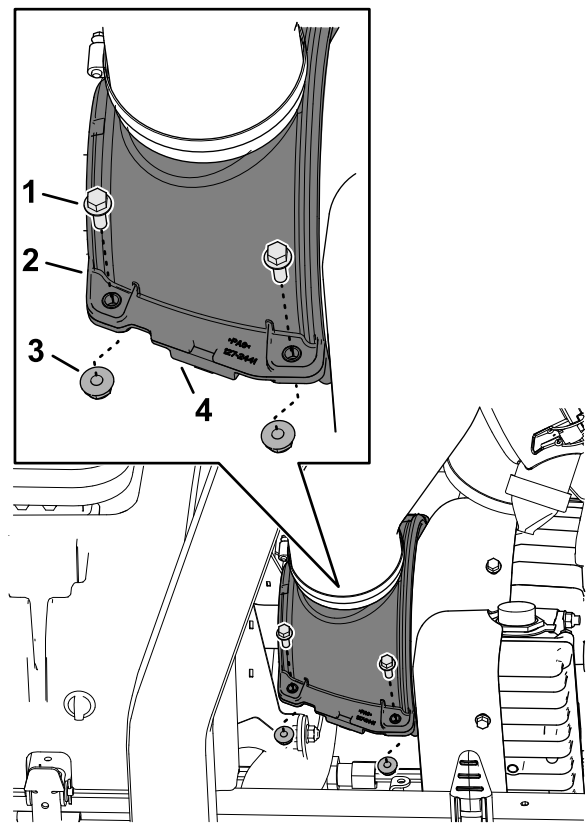

Рисунок 68
3. Прикрепите половины кожухов воздушного охлаждения генератора и штифты ограничения сжатия с помощью 4 колпачковых винтов с фланцевыми головками и 4 фланцевых контргаек (Рисунок 68).